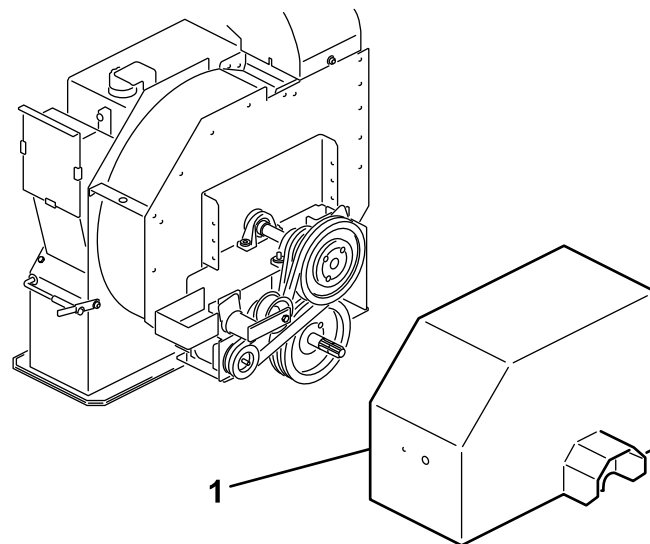

图13
1. 从皮带轮总成上卸下驱动护罩图13。
1. 卸下将驱动护罩固定至叶轮壳体的螺栓和螺母 (图13) 然后取下护罩。
2. 在机架的背面旋松将皮带张紧器固定到机架的螺栓 (图13)。